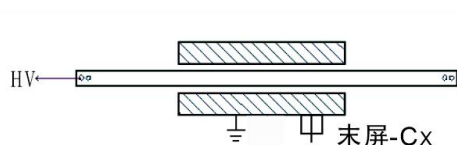

图 6-8 套管正接法
- (1)：正接法、电压为 10KV、解开末屏接地、芯棒对末屏 (常用)、接线见图 6-8